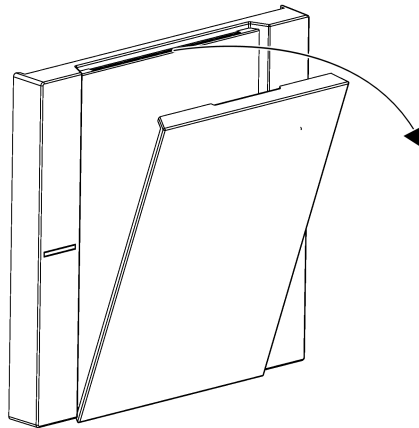

Figura 10: Estrarre il coperchio dello spazio dicitura
- Estrarre il coperchio dello spazio dicitura dal copritasto tirando l'intaglio su un lato (Vedi figura 10).